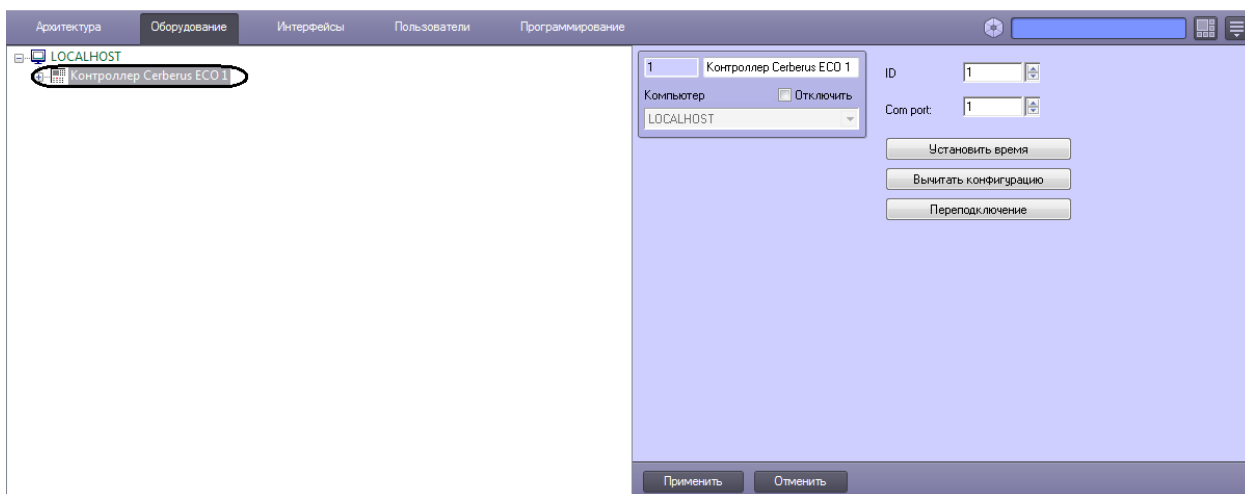

Рис. 3.3-1 Объект Контроллер Cerberus ECO
1. Создать на базе объекта **Компьютер** на вкладке **Оборудование** диалогового окна **Настройка системы** объект **Контроллер Cerberus ECO** (Рис. 3.3-1).